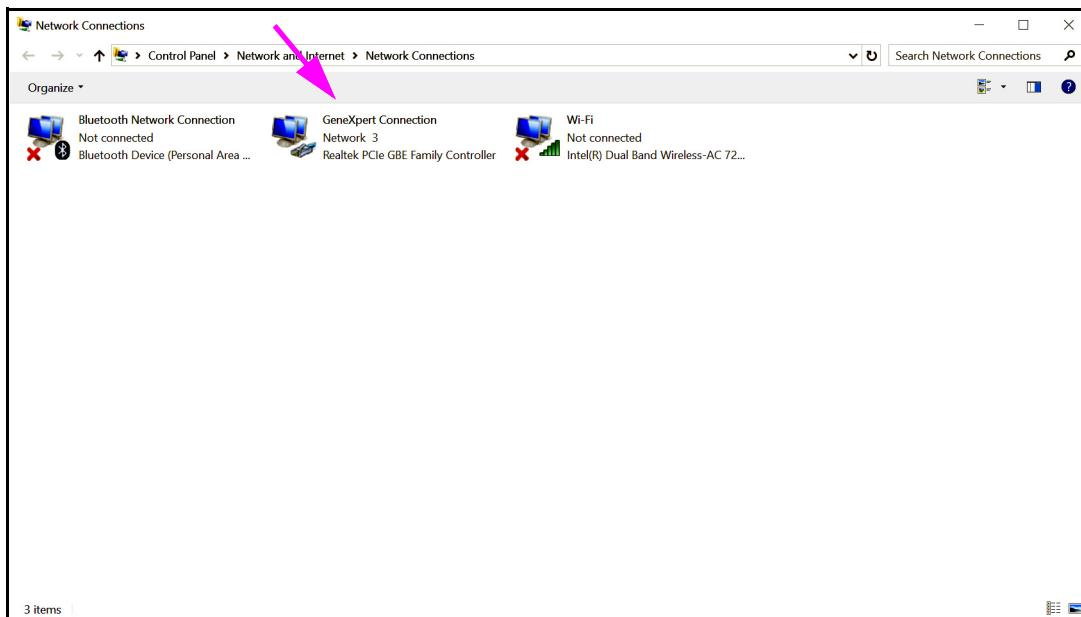

Figura 2-46. Ecrã Network Connections (Ligações de rede)
5. Clique em **Change adapter settings (Alterar definições da placa)**. Aparece o ecrã **Network Connections (Ligações de rede)**. Consulte a figura 2-46.